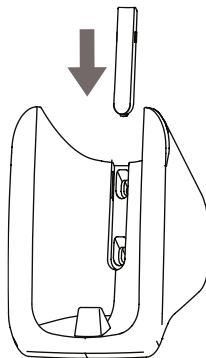

Fig. 2.4
- 2) Inserire il coperchio del bullone nella fessura del supporto in modo che i bulloni siano sovrapposti (vedere Fig. 2.4).